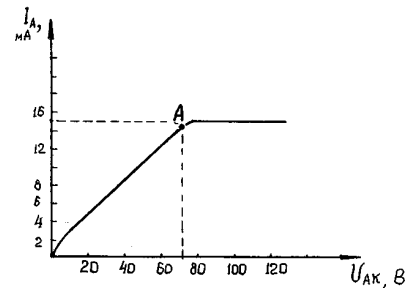

Рис.1
-Конечно же, нет! - заверил ее "Старичок-ламповичок". -Да вот, к примеру, взгляните на **рис.1**. Как видим, правее точки "А", несмотря на увеличение анодного напряжения, ток анода не возрастает. Физически это означает, что все электроны, которые эмитирует данный катод при данной температуре, приняли участие в формировании анодного тока. Следовательно, согласно графику, ток насыщения нашего диода равен 15,2 мА.